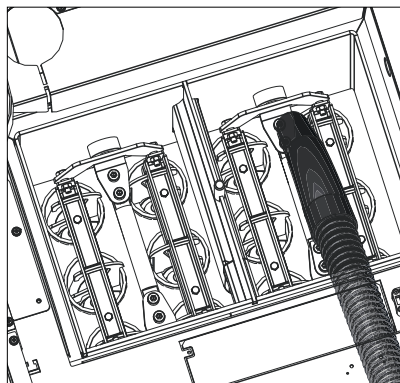

Fig. 51 Aspirare la cenere
- Aspirare la cenere dalle superfici riscaldanti – Fig. 51.